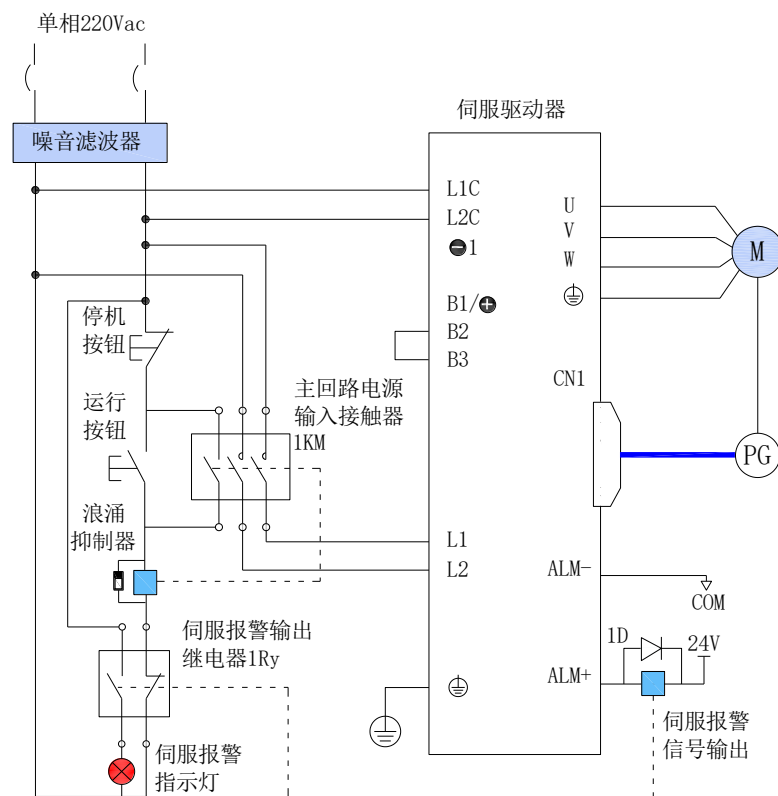
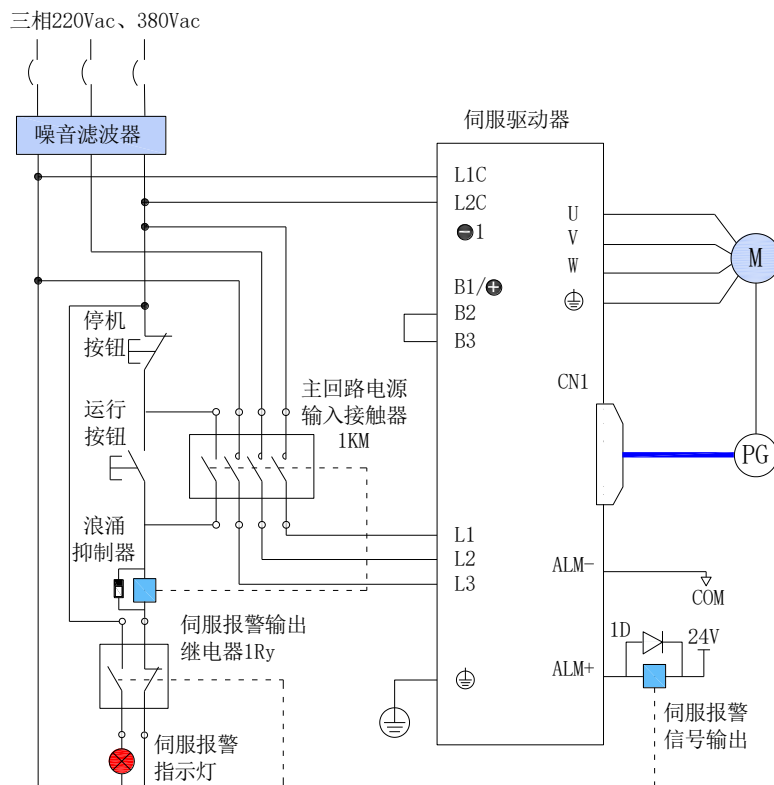

图4-4 单相220V主电路配线
图 4-5 三相 220V、380V 主电路配线
- 请参考图4-4、图4-5连接主电路电源, D0设置为警报输出功能(ALM+/-), 当伺服驱动器报警后可自动切断动力电源, 同时报警灯亮。